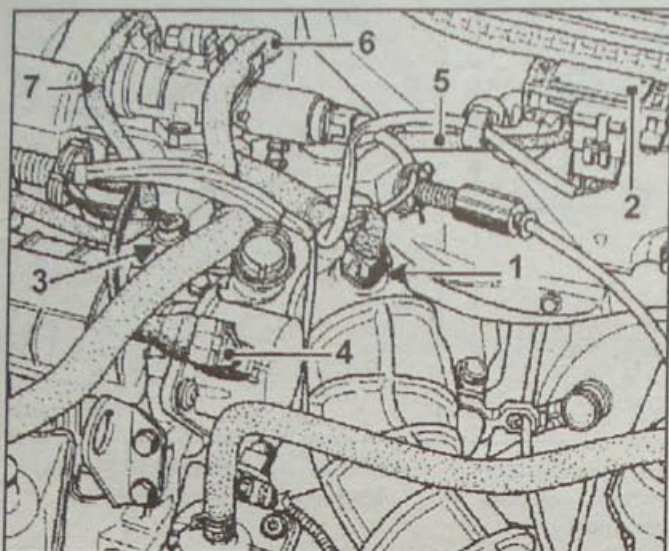

Рис. 1.36. Датчики и трубки топливной системы:
• Отсоедините разъем от датчиков температуры воздуха, давления, потенциометра положения дроссельной заслонки и положения распределительного вала (рис. 1.36).